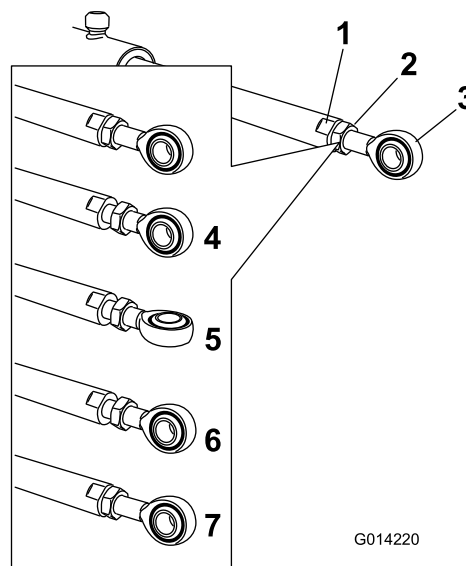

图64
5. 在提升器杆的平整侧用扳手进行固定、然后松开锁紧螺母、使孔眼杆可以调整（图64）。
- 转动提升器杆上的孔眼杆、将延伸的提升器缩短或延长至所需的位置（图64）。